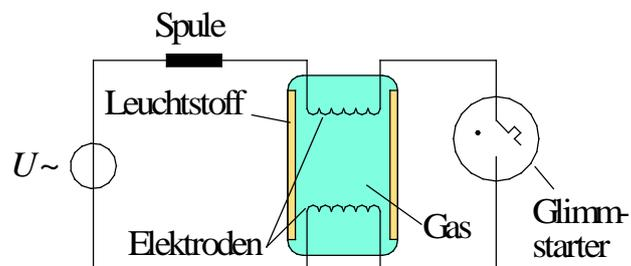

Abb. 15: Blockschaltbild einer Leuchtstofflampe.
Mit Hilfe eines Fotodetektors ist es möglich, den zeitlichen Verlauf einer Lichtintensität $I(t)$ in ein dazu proportionales Spannungssignal $U(t)$ umzuwandeln. Mit dem zur Verfügung stehenden Fotodetektor soll der zeitliche Verlauf der Lichtintensität einer an das Stromnetz (50 Hz Wechselspannung) angeschlossenen Glühlampe und einer Leuchtstofflampe (Abb. 15) mit dem Oszilloskop gemessen werden (Frequenz, Amplitude, Signalform (Skizze)). Dabei soll insbesondere auf charakteristische Unterschiede in den Signalen beider Lampen geachtet werden.
- Abb. 15 zeigt das Blockschaltbild einer Leuchtstofflampe. Wie funktioniert die Lampe prinzipiell? Worin besteht der wesentliche Unterschied zu einer Glühlampe?